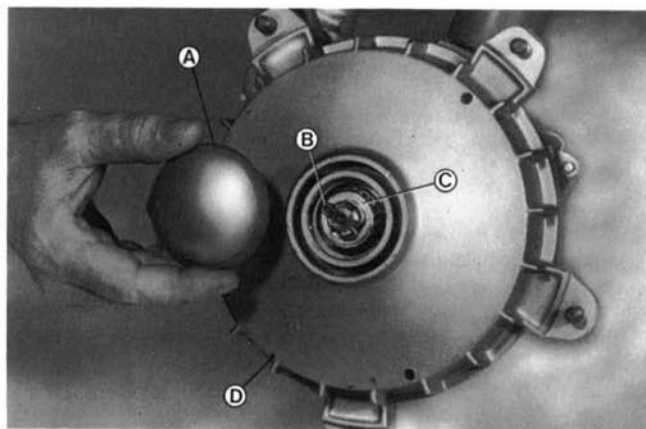
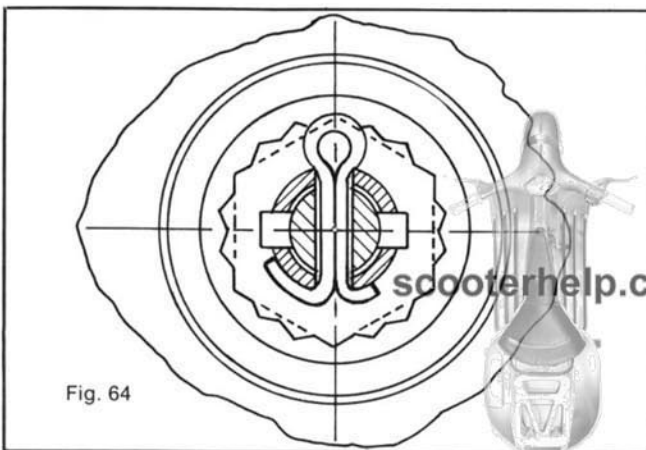

Fig. 63
Fig. 64
Fig. 63 - Locking of the front wheel drum (locking torque 7.5 - 9 Kgm.): fit the front wheel drum "D" on the wheel axle, and put on the securing cap "C", insert a new split pin "B", bend it as indicated in fig. 64 so that the play between cap and wheel axle is eliminated. Then fit the dust cover "A".
Notice - The operations concerning the split pin bending illustrated in fig. 64 are valid also for the rear wheel included also the models PK 50 and PK 50S.
Fig. 63 - Bloqueo tambor rueda delantera (par de bloqueo 7,5÷9 Kgm.): montar el tambor "D" sobre el eje rueda, bloquear la tuerca, posicionar el capuchón sujeta tuerca "C", montar una nueva grupilla "B" y doblarla como se ilustra en la fig. 64 de manera que no haya juegos entre capuchón y eje rueda. Completar las operaciones colocando el guardapolvo "A".
N.B. - Las operaciones relativas al doblado de la grupilla ilustradas en la fig. 64 valen también para la rueda trasera incluso los modelos Vespa PK 50 y PK 50S.